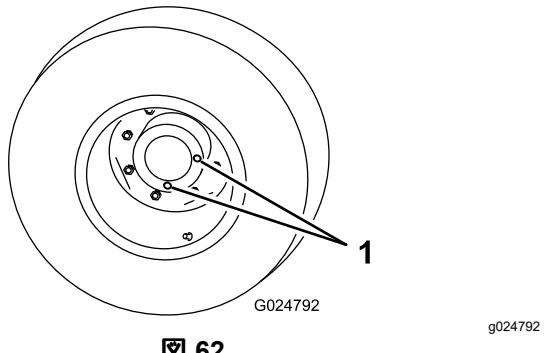

図62
1. 平らな場所で、点検/ドレンプラグが一番低い位置時計の6時の位置に来るよう停止させる図62。